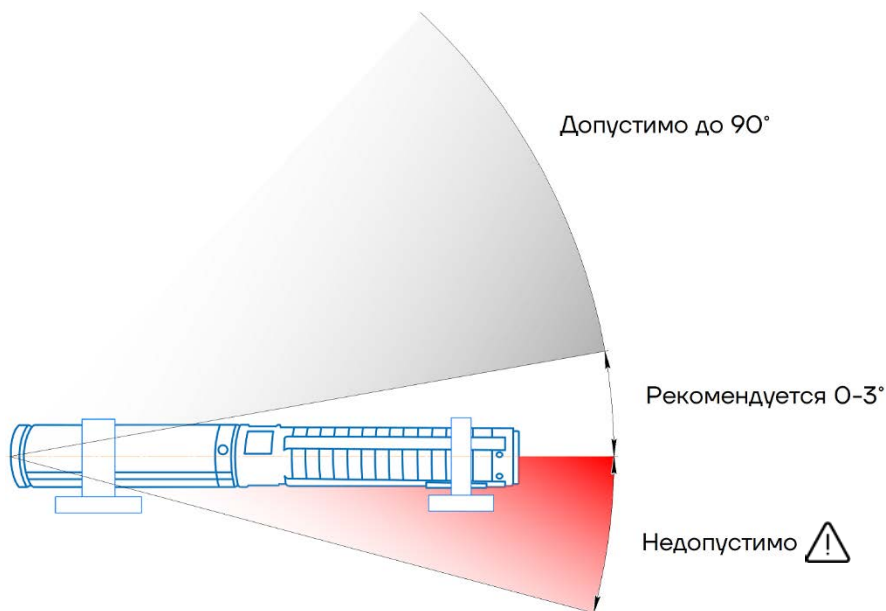

Рис. 5 Положение агрегата при горизонтальном монтаже
2. Закрепить опорные стойки на насосном агрегате, установить на фундаменте ёмкости и выровнять (см. рис. 5, 6).